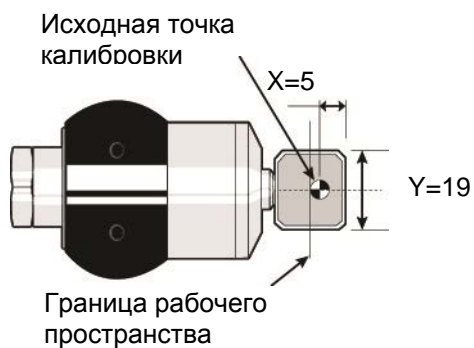

Рис. 3.2 Задание XY для щупа
- Xx = Ширина щупа (см. Рис. 3.2).
- Yy = Ширина щупа (см. Рис. 3.2).
Установка калибровочного инструмента на расстоянии 10 мм над верхней гранью щупа, как показано на Рис. 3.2.